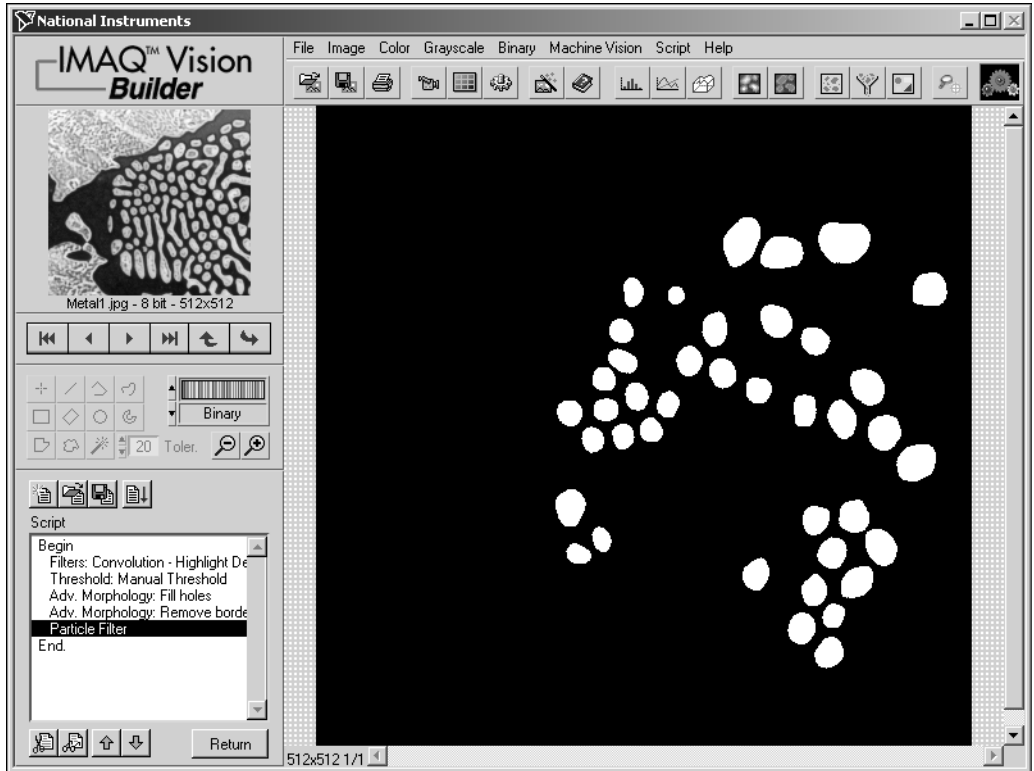

図 3-5 円形粒子を分離する
5. **OK** をクリックして、この手順をスクリプトに追加します。この時点では、図 3-5 のように、画像には円形粒子のみが含まれます。